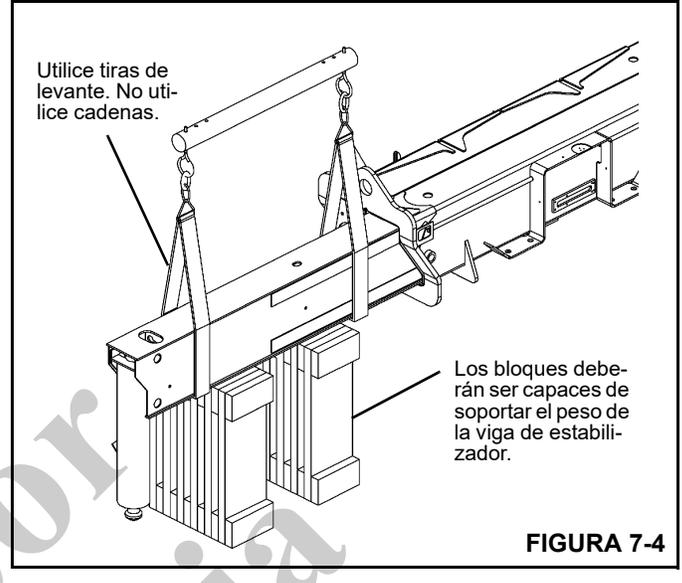
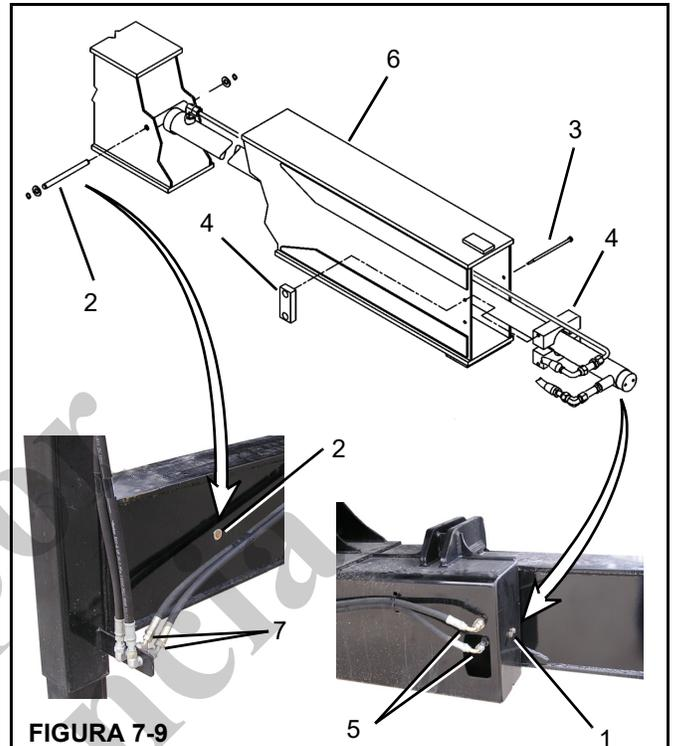

FIGURA 7-4
FIGURA 7-9
3. Extienda la viga del estabilizador ligeramente para permitir la fijación de una tira de levante (Figura 7-4) a la viga.
8. Coloque bloques debajo de la viga del estabilizador (Figura 7-4).
2. Extienda la viga del estabilizador ligeramente para permitir la fijación de una tira de levante (Figura 7-4) a la viga.
3. Marque y retire las mangueras hidráulicas que están conectadas a los cilindros de extensión (5, Figura 7-9) y de estabilizadores (7).
4. Saque los pernos (1) que fijan el tubo del cilindro de extensión a la caja de estabilizadores.
6. Coloque la viga de estabilizador en el material de apoyo (Figura 7-4).
1. Retire el pasador de la varilla del cilindro (2, Figura 7-9).
2. Saque los pernos (3) de las almohadillas de desgaste del cilindro (4).